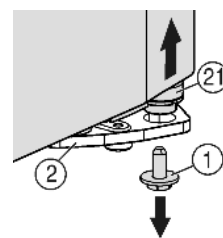
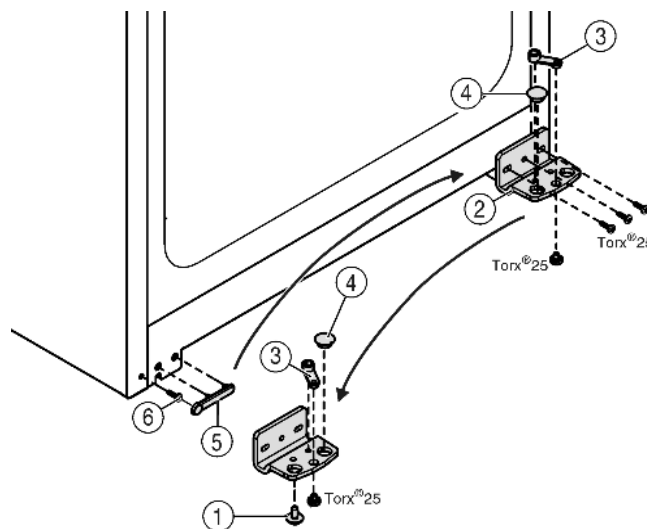

Fig. 4
Fig. 5
- ▶ Внизу справа на опорном кронштейне выкрутите фиксирующий винт Fig. 4 (1).
- ▶ Опорный палец Fig. 4 (21) можно извлечь из опорного кронштейна Fig. 5 (2).
- ▶ Если не удается извлечь опорный палец Fig. 4 (21), нажмите на него снизу.
- ▶ Открутите опорный кронштейн Fig. 5 (2).
- ▶ Открутите опорную деталь Fig. 5 (3) и, переставив в отверстие на противоположной стороне опорного кронштейна, снова прикрутите.
- ▶ Извлеките заглушку Fig. 5 (4) из опорного кронштейна и переставьте ее в отверстие на противоположной стороне опорного кронштейна.
- ▶ Осторожно снимите крышку со стороны ручки Fig. 5 (5).
- ▶ Выкрутите болт Fig. 5 (6) и вкрутите на противоположной стороне.
- ▶ Снова установите крышку Fig. 5 (5).
- ▶ Снова прикрутите опорный кронштейн Fig. 5 (2) на новой стороне шарнира (с моментом 4 Нм). При необходимости используйте аккумуляторный шуруповерт.
- ▶ Вкрутите фиксирующий винт Fig. 4 (1) вниз в опорный палец и затяните (с моментом 4 Нм).